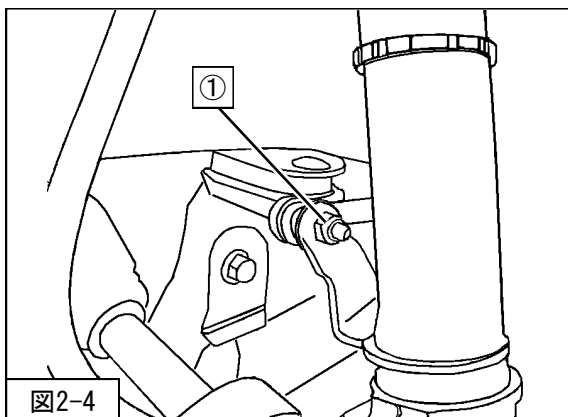

図2-4
5. AFS装着車は、左側フロントサスペンションASSY (同梱品) に①AFSセンサ取付ナット (締付トルク : 9.8N・m) を取付けてください。(図2-4)